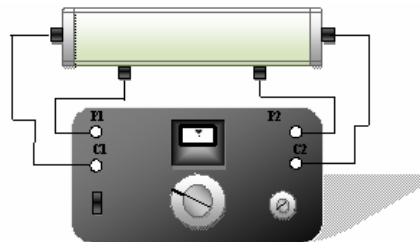

Figura 25. Conexión del Equipo de resistividad empleando la caja de suelo
- Para usar el equipo con una caja de suelo, conecte “C1” y “C2” a los terminales extremos de la caja y conecte “P1” y “P2” a los terminales adyacentes centrales. (Observe la figura 25)